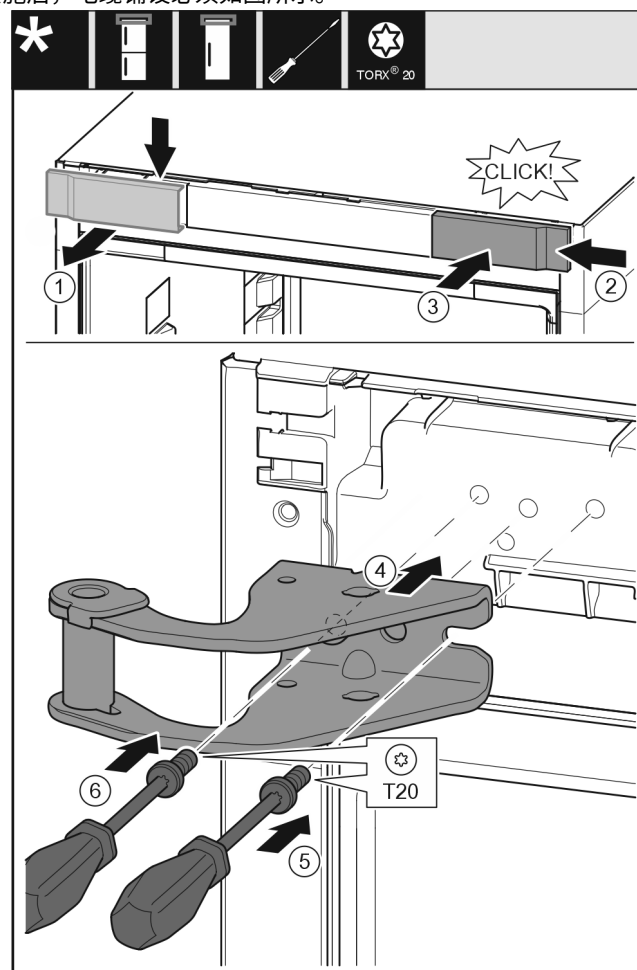

Fig. 31
- 从上方朝前取下盖板。Fig. 31 (1)
- 将盖板旋转 180° 至另一侧从右边挂上。Fig. 31 (2)
- 卡入盖板。Fig. 31 (3)
- 装上上方的托架。Fig. 31 (4)
- 用 T20 螺丝刀放上并旋紧螺钉。Fig. 31 (5)
- 用 T20 螺丝刀安装并旋紧螺钉。Fig. 31 (6)